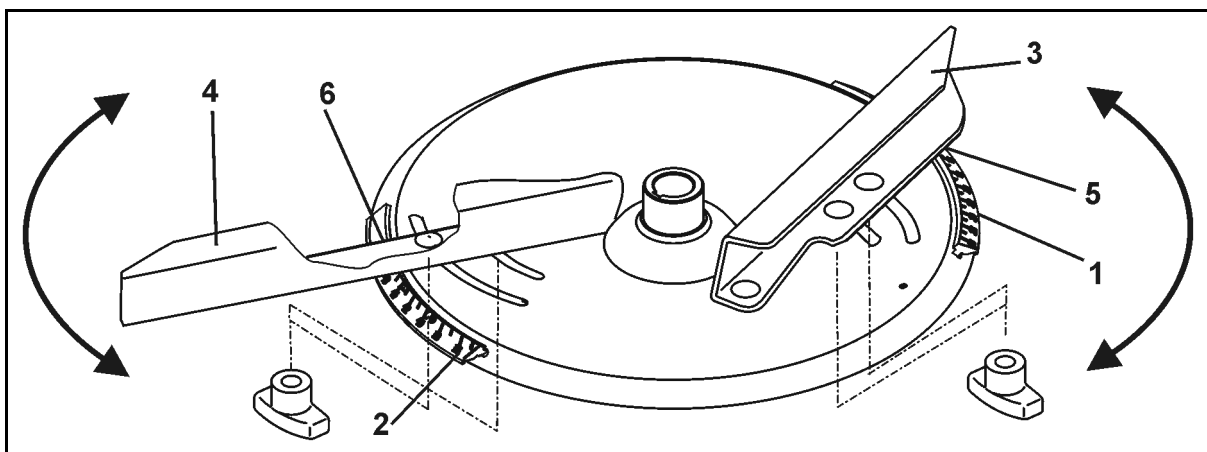

Рис. 67
Для точной настройки без использования инструмента отдельных распределяющих лопастей на каждом распределяющем диске расположены две различающиеся, характерные шкалы (Рис. 67/1 и Рис. 67/2).
- Более короткой лопасти (Рис. 67/3) соответствует шкала (Рис. 67/1) со значениями от 5 до 28, а более длинной лопасти (Рис. 67/4) шкала (Рис. 67/2) со значениями от 35 до 55.
- Найдите для короткой распределительной лопасти (Рис. 67/3) установочное значение на указателе (Рис. 67/5).
- Найдите для длинной распределяющей лопасти (Рис. 67/4) установочное значение на указателе (Рис. 67/6).
- Перевод распределяющих лопастей на большее числовое значение шкалы (Рис. 67/1 или Рис. 67/2) ведет к увеличению рабочей ширины захвата.